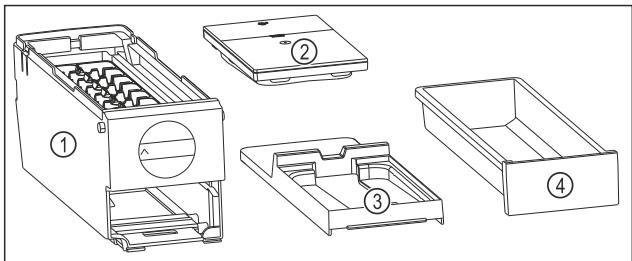

Fig. 80 Съставни части на EasyTwist-Ice
- Разглобявайте EasyTwist-Ice само на изобразените съставни части. (виж Fig. 80)
- Почистете корпуса на EasyTwist-Ice Fig. 80 (1) като едно цяло.
- EasyTwist-Ice е разглобен на четири части. (виж Fig. 80)